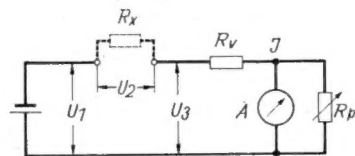
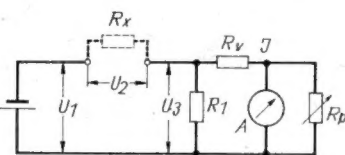
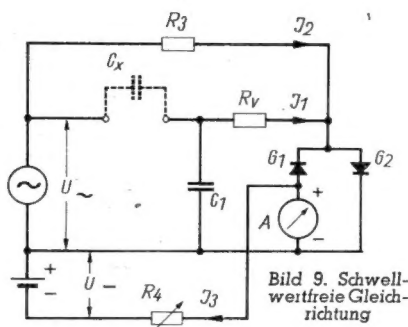

Bild 2. Gebräuchliche Ohmmeterschaltung
Bild 3. Ohmmeterschaltung für kleine Meßbereiche
Bild 9. Schwellwertfreie Gleichrichtung
0 bis ∞ aufweist. Das Gerät arbeitet mit Netzanschluß, so daß ein Auswechseln von Batterien fortfällt. Ein eingebauter magnetischer Spannungsgleichschalter macht es von Netzspannungsschwankungen unabhängig. Die langjährige Erprobung zeigte, daß dieses Gerät für die übliche Fehlersuche in Rundfunkgeräten und in vielen anderen Fällen allein ausreichte, wenn zusätzlich noch einige Meßbereiche zur Prüfung der Gleichspannungspotentiale vorgesehen wurden. In dieser Ausführung wird das Gerät jetzt im Rahmen der „Kleinmeßgeräte-Serie“ vom Laboratorium Wennebostel hergestellt. Bild 2 stellt die gebräuchliche Ohmmeterschaltung dar. Der unbekannte Widerstand R_x liegt mit einem Vorwiderstand R_v der Spannungs-
Die Verlagerung des Meßbereiches zu kleineren Widerstandswerten geschieht am besten nach Schaltung Bild 3. Hinzugekommen ist lediglich der Widerstand R_1 . Die Mitte der Skala wird jetzt durch die Parallelschaltung von R_1 und R_V bestimmt, der Skalenverlauf ist im übrigen der gleiche entsprechend der Formel:
Wird für Messungen mit Wechselspannung zur Anzeige ein Drehspulinstrument mit Trockengleichrichter in der üblichen Weise verwendet, ergibt sich infolge der Spannungsschwelle ein wesentlich ungünstiger Skalenverlauf als für Messungen mit Gleichspannung. Es wurde zunächst versucht, das Anzeigeelement in Art eines Dynamometers mit einem Wechselstrommagneten auszurüsten, der mit 50 Hz gespeist wurde. Es bereitete jedoch Schwierigkeiten, die innere Erwärmung des empfindlichen Systems genügend weit herabzusetzen. Das Ziel einer schwellwertfreien Gleichrichtung wurde dann auf eine andere Weise erreicht, die Bild 9 zeigt. Die Grundschaltung entspricht Bild 3, umgewandelt zur Messung von Kapazitäten. R_1 ist durch einen Kondensator C_1 ersetzt, um sicherzustellen, daß die arithmetische Summe von U_2 und $U_3 = U_1$ ist, wie es zur Ableitung der Formel (1) Voraussetzung war. Die Gleichrichter G_1 und G_2 werden über den Widerstand R_3 vorbelastet (Strom I_2). Der dadurch entstehende Vorausschlag des Instrumentes wird mit einem zusätzlichen Gleichstrom I_3 über den Widerstand R_4 kompensiert. Es entsteht so eine völlig lineare Abhängigkeit der Anzeige von dem Meßstrom I_1 . Voraussetzung für die richtige Wirkung der Vorbelastung ist die Phasengleichheit der Ströme I_1 und I_2 , die bei der dargestellten Schaltung, jedoch nicht bei einer aus Bild 2 entwickelten Schaltung gewährleistet ist. Die Schaltung nach Bild 3 hat noch den besonderen Vorzug, frequenzunabhängig zu sein, so daß bei falscher Netzfrequenz oder durch deren Oberwellen keine Meßfehler entstehen.